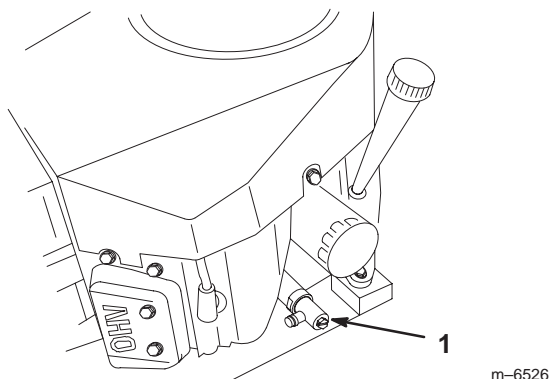

Figure 17
6. Placez un bac de vidange sous le flexible de vidange d'huile. Ouvrez le robinet de vidange avec un tournevis à lame plate, une clé de 3/8 pouce ou de 10 mm (Fig. 17).
7. Tournez le robinet dans le sens anti-horaire pour l'ouvrir (Fig. 17).
8. Quand toute l'huile s'est écoulée, refermez le robinet de vidange en le tournant dans le sens horaire (Fig. 17).
9. Retirez le flexible de vidange (Fig. 17).